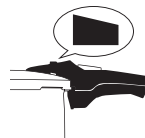

Fig. 13
- Când indicatorul de presiune se află în poziția inițială și acul nu mai este vizibil, toată presiunea a fost eliberată din oala sub presiune și o puteți deschide (Fig. 13).